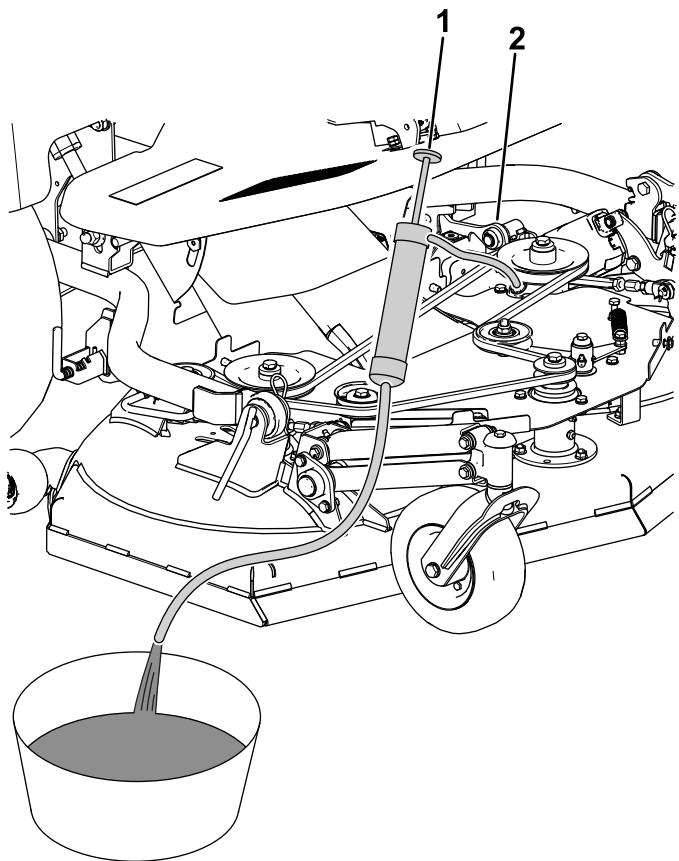

Figura 95
3. Con un sifón, extraiga el aceite de la caja de engranajes (Figura 95).